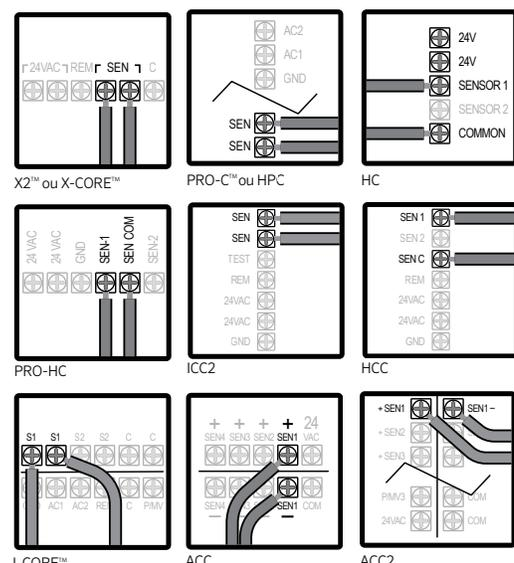

Figure 4
- Brancher un fil à la borne étiquetée « SEN » et l'autre fil à l'autre borne « SEN » (Figure 4).